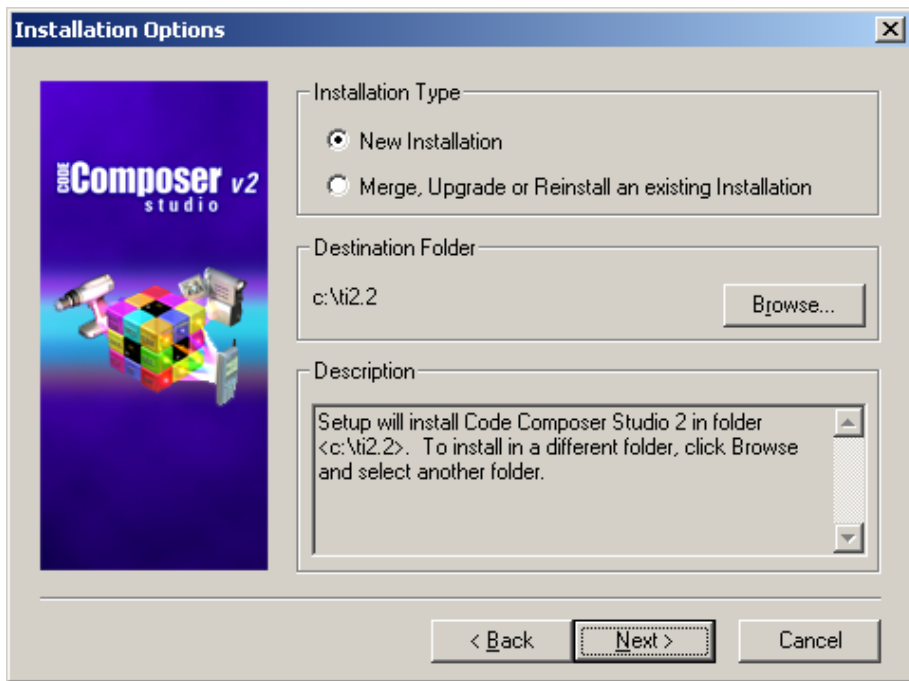

图 7.4 CCS5000 软件安装示意图 3
B. 按照提示点击 NEXT 后，到软件安装目录提示(图 7.4):
- D. 图 7.4 中可以选择把开发软件安装在不同的目录下，通过“Browse”按钮。